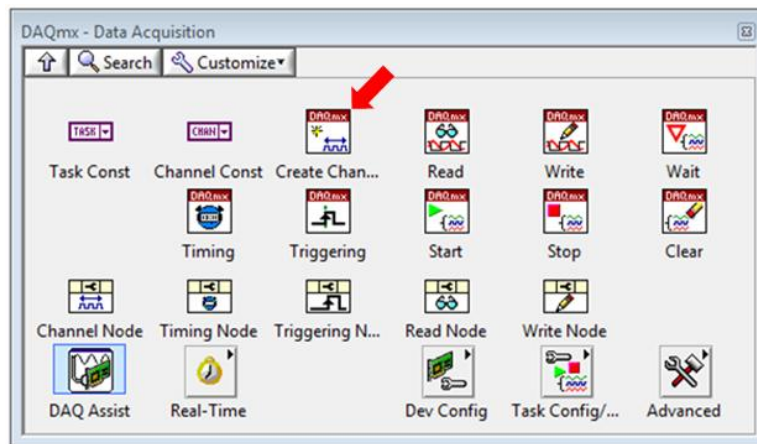

Figura 23. Fixar a paleta permite que você clique em qualquer lugar no seu código com a paleta ainda visível.
4. Para iniciar, arraste o **NI-DAQmx Create Channel** (seta vermelha na figura 23) e coloque-o na posição ilustrada na figura 24.